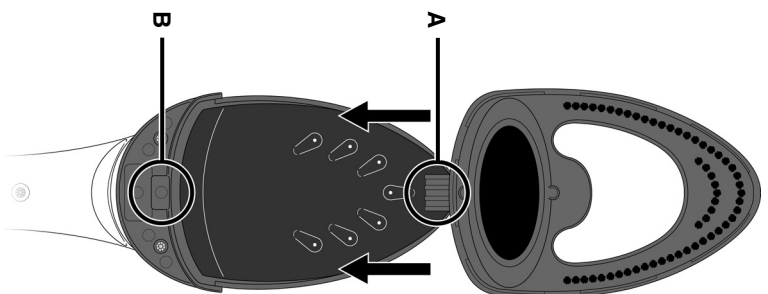

FIGURE 6
1. Presione el cepillo firmemente hacia la plancha hasta que el accesorio este integrado firmemente en su lugar, como se muestra en la (FIGURE 6).
1. Slide Fabric/Lint Brush over Ironing Plate as shown (FIGURE 6). Press it firmly on until hook on bottom of Fabric/Lint Brush (FIGURE 6-A) catches onto tab below Ironing Plate (FIGURE 6-B). Fabric/Lint Brush should now be secured in place.